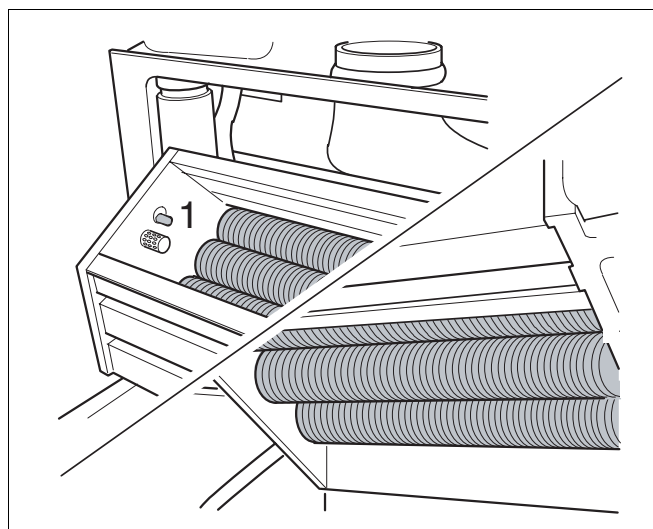

Fig. 41 Pulizia dello scambiatore di calore
Gli elettrodi di accensione a incandescenza (fig. 41, pos. 1) sono fragili.